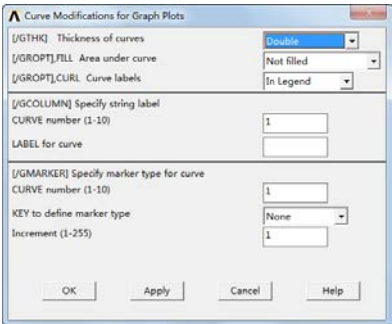

图 12-36 “Curve Modifications for Graph Plots” 对话框
⑧设置坐标 3: Utility Menu > PlotCtrls > Style > Graphs > Modify Curve，弹出“Curve Modifications for Graph Plots”对话框，如图12-36所示，在“[/GTHK] Thickness of curves”后面的下拉列表中选择“Double”，单击“OK”按钮。